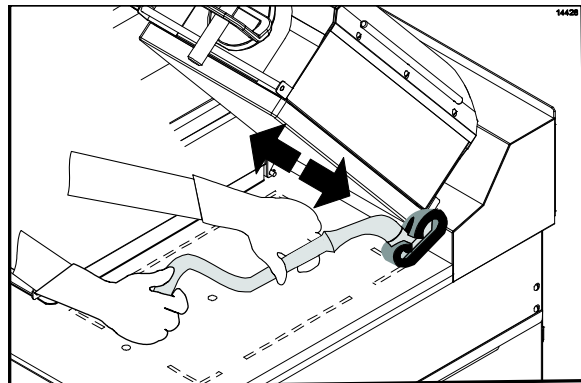

Figura 58
26. Esfregue o lado posterior dos platen, do platen direito para o esquerdo. (Veja a Figura 58.)